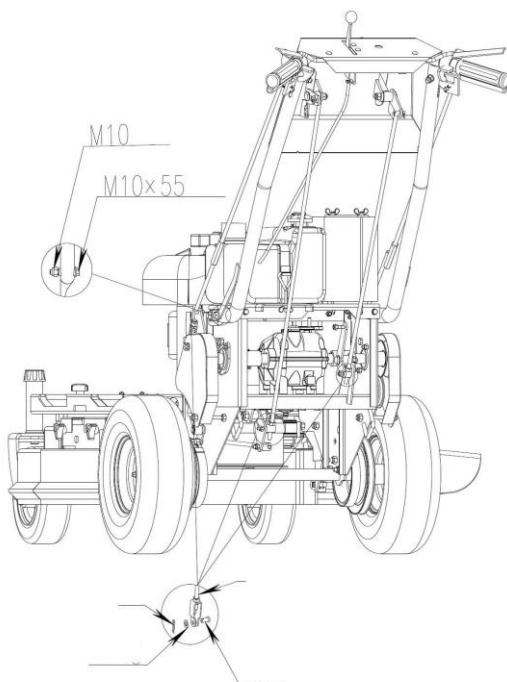

Figura 4
- Extindeți (desfășurați) mânerul - așa cum se arată în figura 4.
- Introduceți partea filetată a conectorului la capătul manetei ansamblului de legătură de control stânga și dreapta prin deschiderile brațelor de frână oscilante din stânga și din dreapta. Adăugați piulița M6 și șaiba 8 și strângeți. Apoi introduceți partea filetată a conectorului până la capăt al ansamblului manetei de schimbare în orificiul brațului de comandă de transmisie. Adăugați piulița M6 și șaiba 6 și strângeți. Pentru a completa, adăugați capătul conectorului filetat al manetei de asamblare a tijei de control prin deschiderea umărului oscilant tensionat. Adăugați piulița M6 și șaiba 6 și strângeți. A se vedea figura 4.